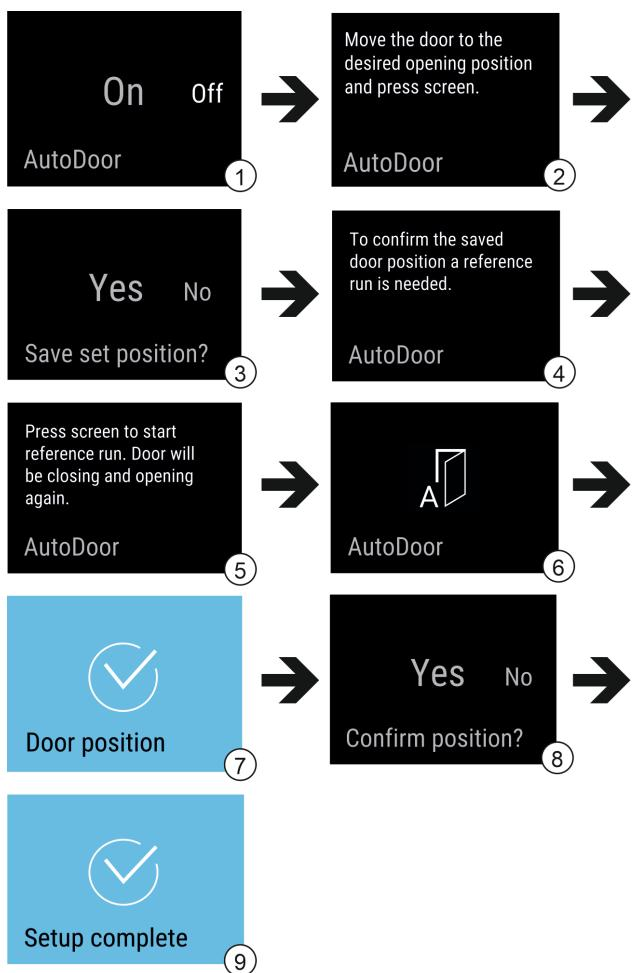

Fig. 10 Примерно изображение на индикациите на английски език
- Активиране на AutoDoor: На дисплея плъзнете индикацията на On. *Fig. 10 (1)*
- Натиснете дисплея в продължение на 3 секунди. *Fig. 10 (1)*
- Конфигуриране на ъгъла на отваряне на вратата: Отворете вратата на поне 70°. *Fig. 10 (2)*
- Потвърждаване на ъгъла на отваряне на вратата: Докоснете съобщението на дисплея. *Fig. 10 (3)*
- Стартане на референтно движение: Докоснете дисплея. *Fig. 10 (5)*
- Дисплеят мига. *Fig. 10 (6)*
- Референтното движение е успешно: Дисплеят става син за 2 секунди. *Fig. 10 (7)*
- Потвърдете на ъгъла на отваряне на вратата. *Fig. 10 (8)*
- Дисплеят става син. *Fig. 10 (9)*